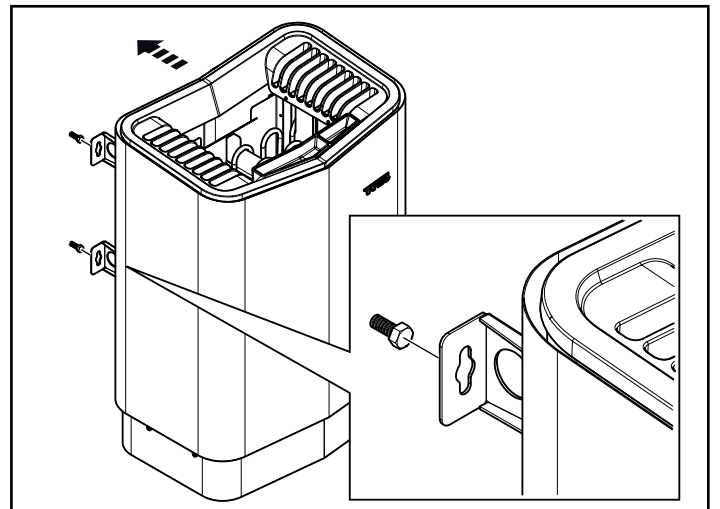

Рисунок 13: Подвесьте устройство.
- Закрепите устройство винтами, см. рис. 13.